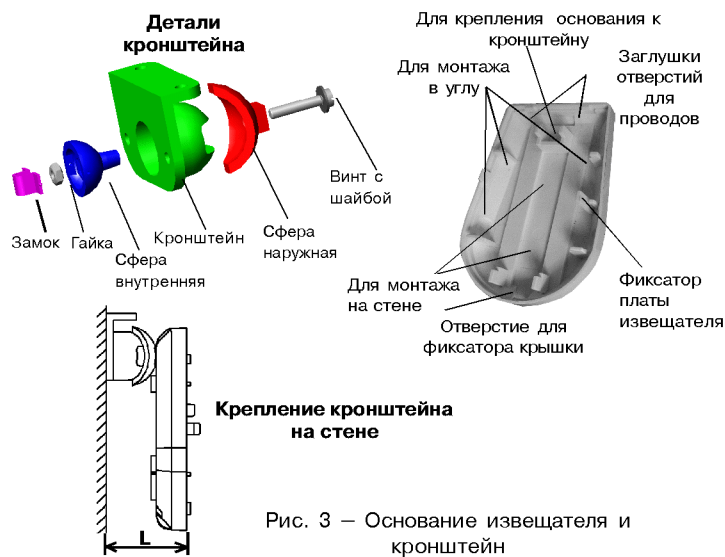

Рис. 3 – Основание извещателя и кронштейн
- снимите крышку извещателя, отжав при помощи отвертки фиксатор крышки через отверстие, расположенное в нижней части основания извещателя (рис. 3);
- просверлите в основании извещателя отверстия (рис.3), которые будут использоваться для прокладки проводов и крепления извещателя;
1. После закрепления извещателя на кронштейне повернуть корпус извещателя в вертикальной плоскости в соответствии с выбранной высотой установки, отмерив расстояние (L) от стены до края основания при снятой крышке (рис.3, таблица 3).